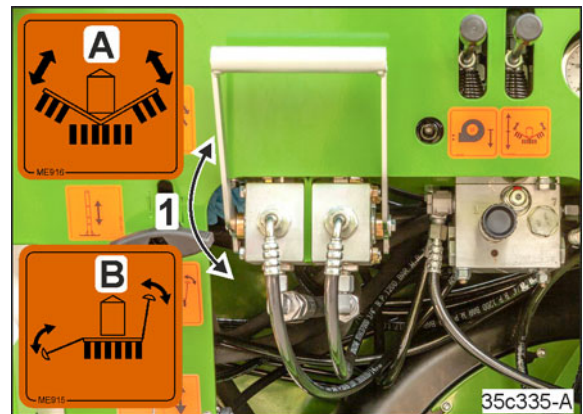

Bild 277
2. Ventilspaken (Bild 277/1) står i läge "A".